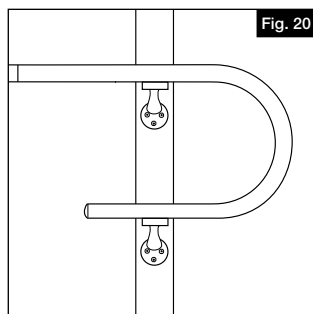

Fig. 20
- Fijar el bucle del pasamanos en la superficie de montaje con 2 soportes de pasamanos (Fig. 20), siguiendo las instrucciones de esta guía.